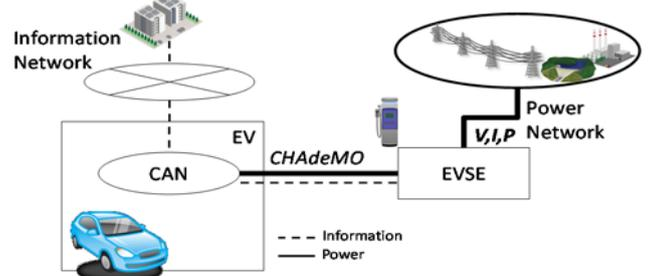

図1 急速充電時のEV、充電器、電力・通信ネットワークの関係
- EV急速充電時に、EV中の情報をCANを介してEVSEに送信し、種々のデータを遠隔データベースに記録します(図1)。